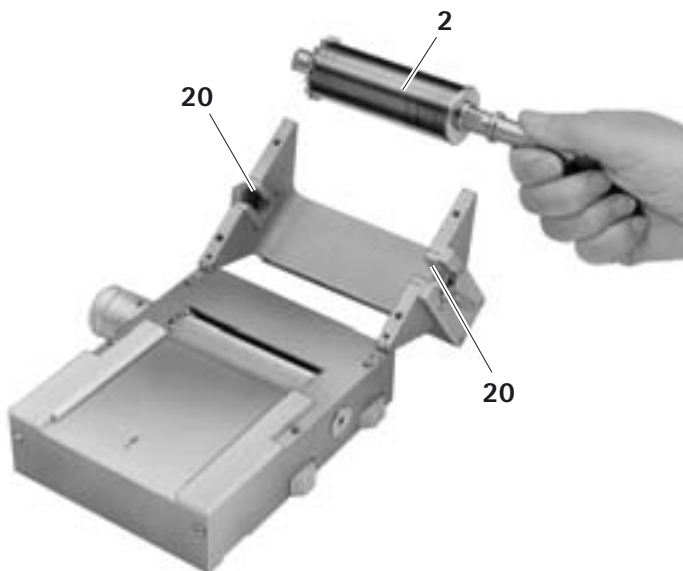

Рис. 4
- Режущий валик **2** повернуть, вытягивая при этом из опорных шеек **20**, см. Рис. 4.
- Режущий валик **2** вставить в две опорные шейки **20**, см. Рис. 4.